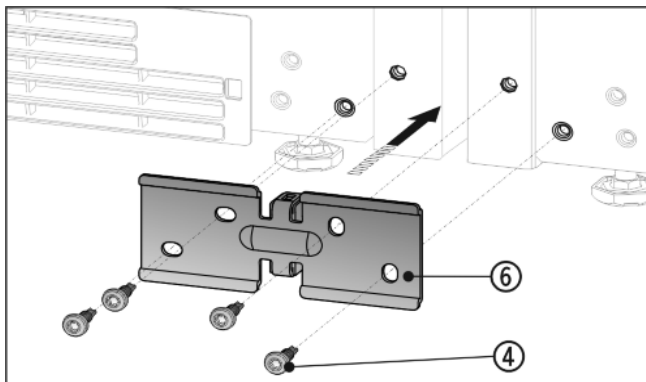

Fig. 8
- ▶ Deslice la escuadra Fig. 8 (6) con la pieza distanciadora entre los aparatos y atorníllela sin apretarla con los 4 tornillos Fig. 8 (4).